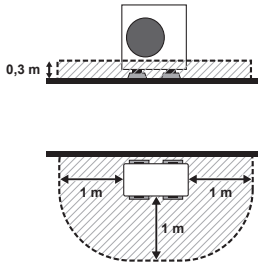

Fig. 3-3
(2) Når den er installert på et sted med 3 åpne flater (foran en bygningsvegg) (Fig. 3-3)